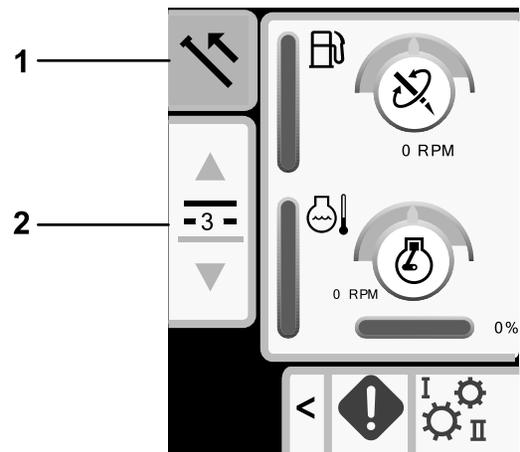

Bild 15
1. Drücken Sie die Taste 1, um die Option für das Rohrziehen auszuwählen (Bild 15).
2. Drücken Sie die Tasten 2 und 3, um die Reihe auszuwählen, in der Sie das Rohr platzieren möchten (Bild 15).